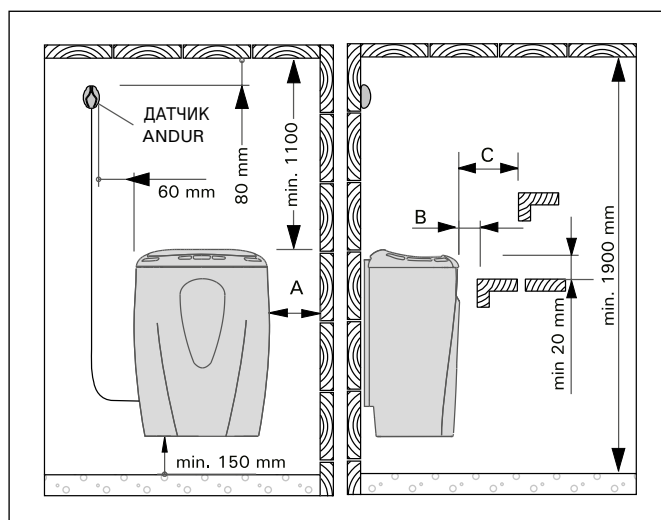
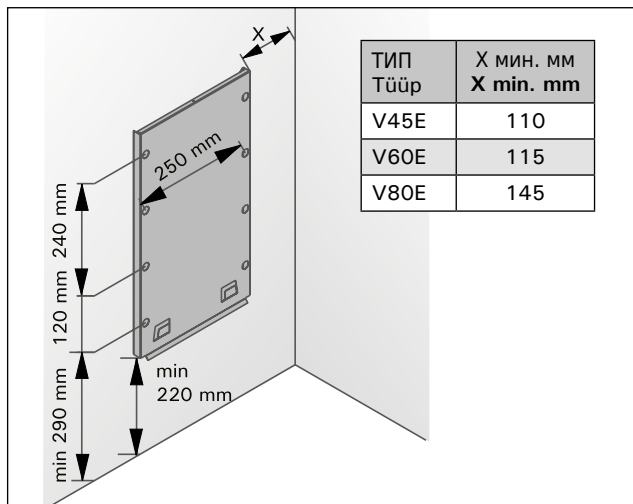

Рисунок 5. Расстояния безопасности
Рисунок 8. Установка креп. жной рамы
- При расположении каменки выполняются условия минимальных расстояний, изображенных на рис. 5 и указанных в таблице 2.
1. С помощью прилагаемых шурупов прикрепите к стене монтажную раму, соблюдая минимальные расстояния, указанные в таблице 2 и на рис. 5. Установка рамы изображена на рис. 8.
При установке защитного ограждения вокруг каменки следует соблюдать расстояния, указанные на рис. 5 и в табл. 2.
Сечение проводов, подходящих к управлению нагревом и к сигнальной лампочке, должно соответствовать питающему кабелю каменки. Каменка полустационарно подсоединяется к соединительной коробке в стене сауны. См. рис. 8. В качестве кабеля следует использовать резиновый кабель типа HO7RN-F или подобный.
Установите датчик на стену сауны, как показано на рис. 5. Вставьте кабель датчика в разъем нагревателя по принципу цветового соответствия.